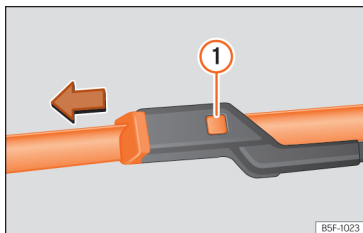

Fig. 209 Substituição das escovas do limpa-para-brisas.
- Mantenha pressionado o botão de desbloqueio » » » **Fig. 209** ① puxando ligeiramente pela escova no sentido da seta.